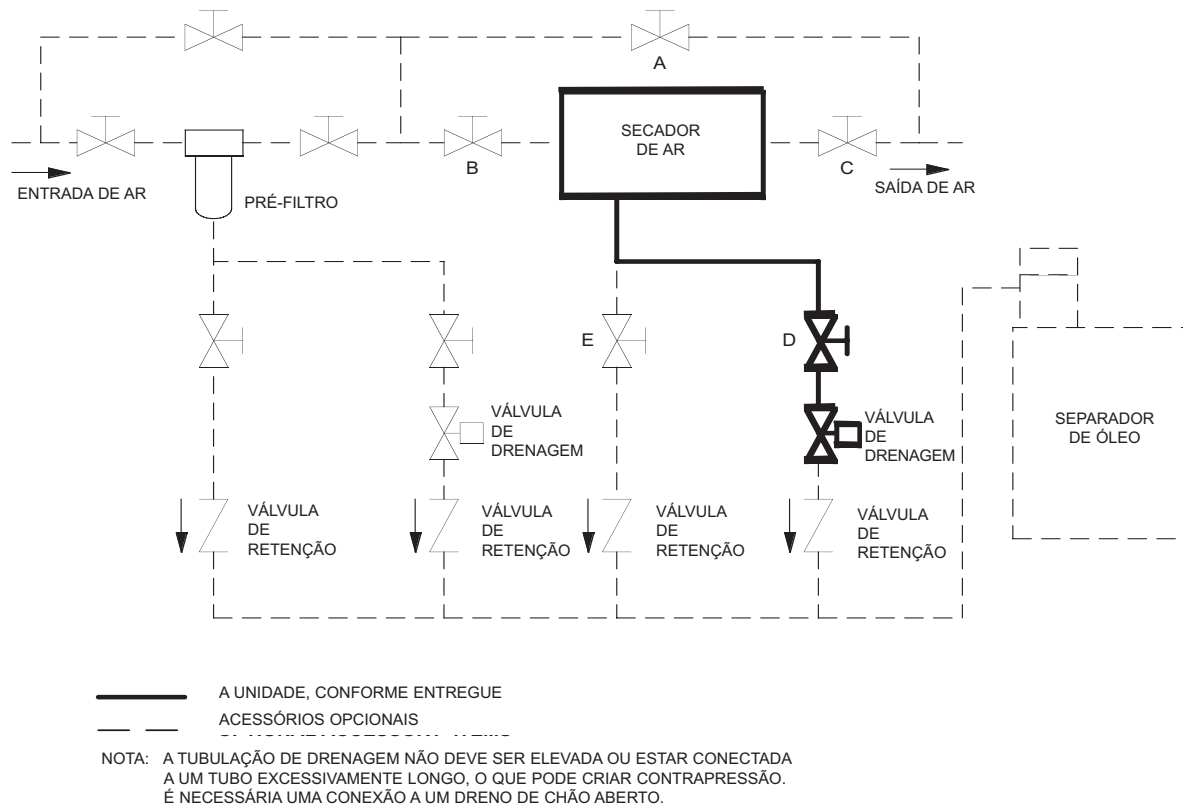

FIGURA 3
Instale tubulação, conexões e acessórios conforme as necessidades e condições do local específico. A figura 3 indica um arranjo de tubulação típico para um secador refrigerado, incluindo desvios para o secador e o filtro. Esta figura pode ser usada como um guia para a disposição de válvulas e acessórios no sistema.
Os modelos 2000 a 2400 da Ingersoll Rand vêm equipados de fábrica com uma válvula de bloqueio do dreno (D). A válvula de bloqueio permite a manutenção do dreno automático sem causar o bloqueio do fluxo de ar ao secador. Para operar o secador, todas as válvulas mostradas na figura 3 devem estar fechadas, exceto as válvulas (B), (C) e (D). A válvula (A) é usada para fins de desvio e a válvula (E) destina-se a testes e drenagem manual.